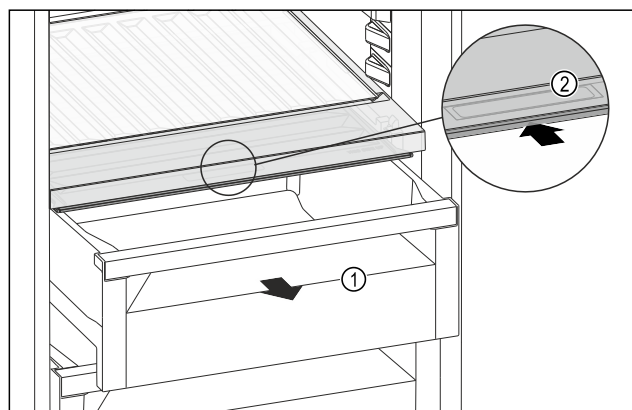

Fig. 109
- Wyciągnąć szufladę Fig. 109 (1).
- Chwycić uchwyt wpuszczany Fig. 109 (2) na pokrywie komory i przesunąć pokrywę jednocześnie do tyłu.